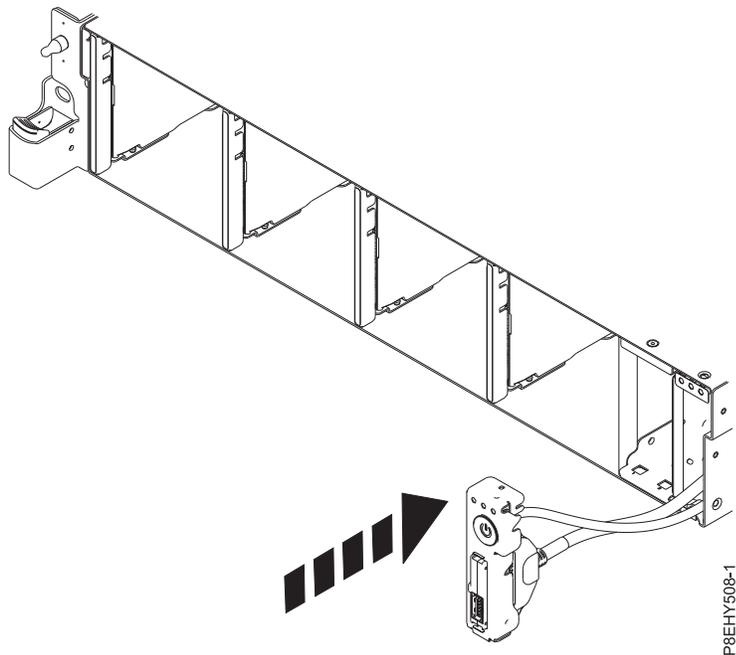

Figura 25. Sustitución del cable USB frontal en la placa posterior del sistema
4. Inserte el interruptor de alimentación y los cables en el sistema. Vaya con cuidado al hacer pasar los cables a través de la placa posterior del sistema. Consulte la Figura 25 en la página 29.